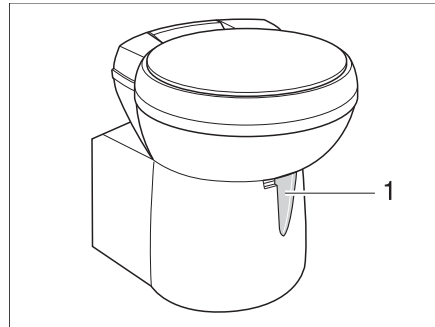

Bild 298 Thetford-Toilettenschüssel, schwenkbar
- Vor dem Spülen den Schieber der Thetford-Toilette öffnen. Dazu den Schieberhebel (Bild 298,1) entgegen dem Uhrzeigersinn schieben.